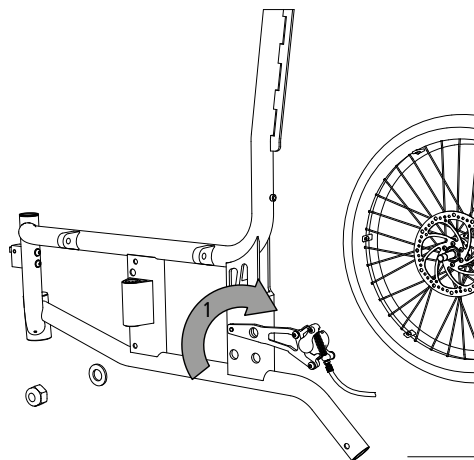

Abb. 46
1. Börja arbetet med att lossa skivbromsens bromsvajrar på båda sidorna. Ta bort vajern (1, bild 46). Detta behövs naturligtvis bara göras om rullstolen är tillvalsutrustad med en ledsagarbroms.